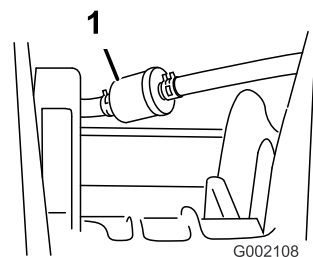

図 46
5. フィルタを燃料ラインに固定しているクランプを外す 図 46。